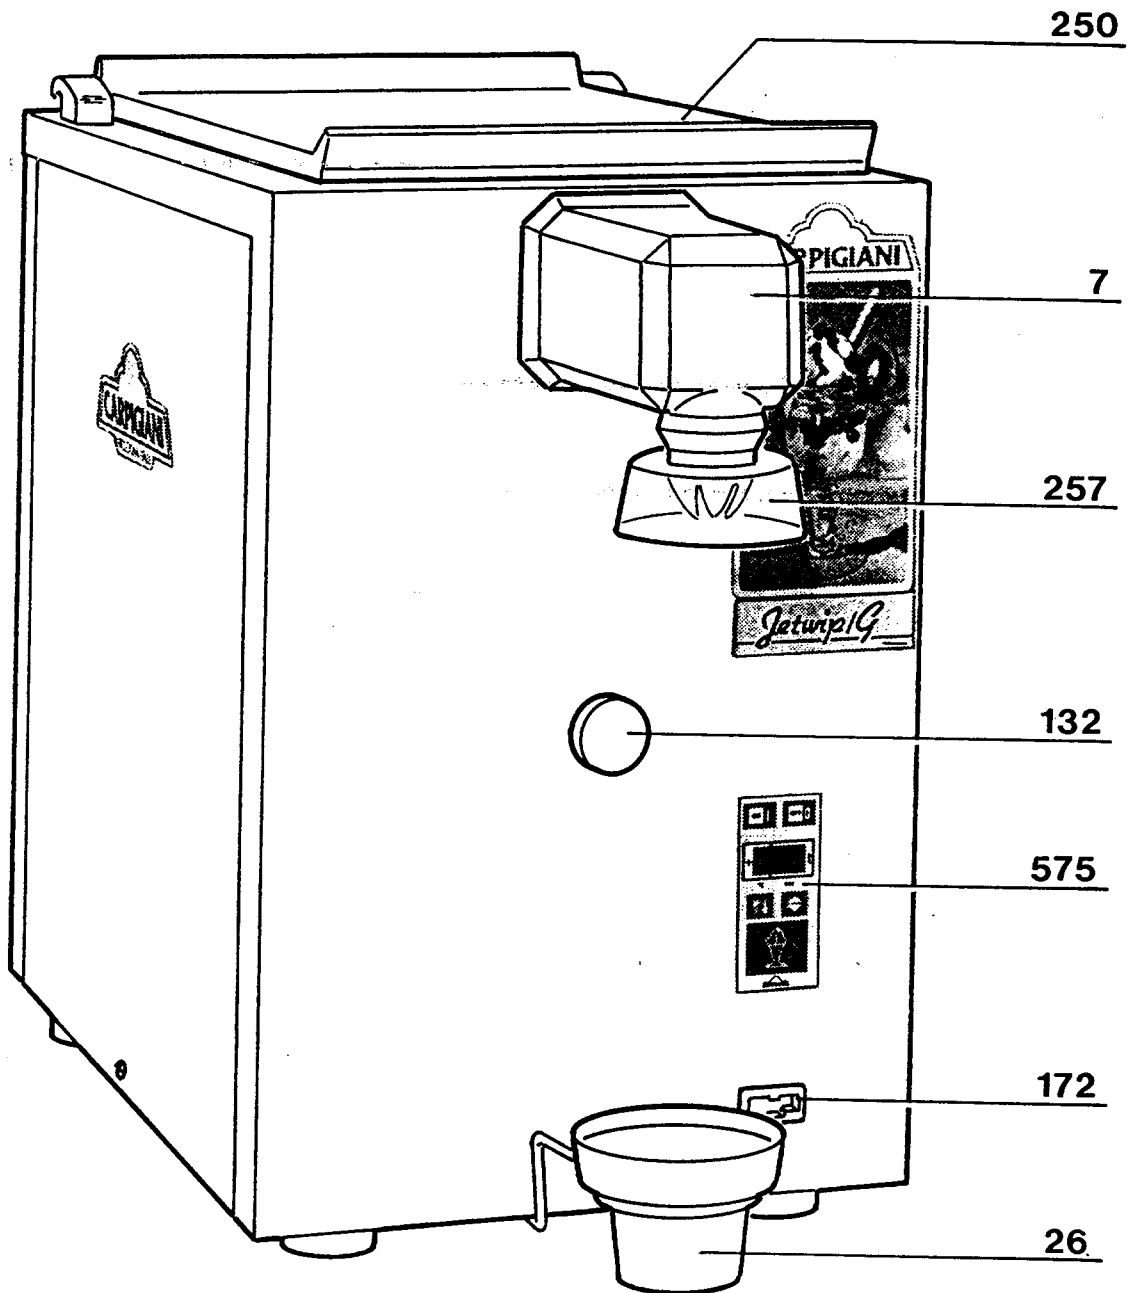

Fig.1
- Quitar la nata residual de la cuba levantando el tapón de cierre pos. 221 (tabla 3) y quitando el tapón cubre-desagüe pos. 132 (fig. 1) y montarlos otra vez al final de la operación.